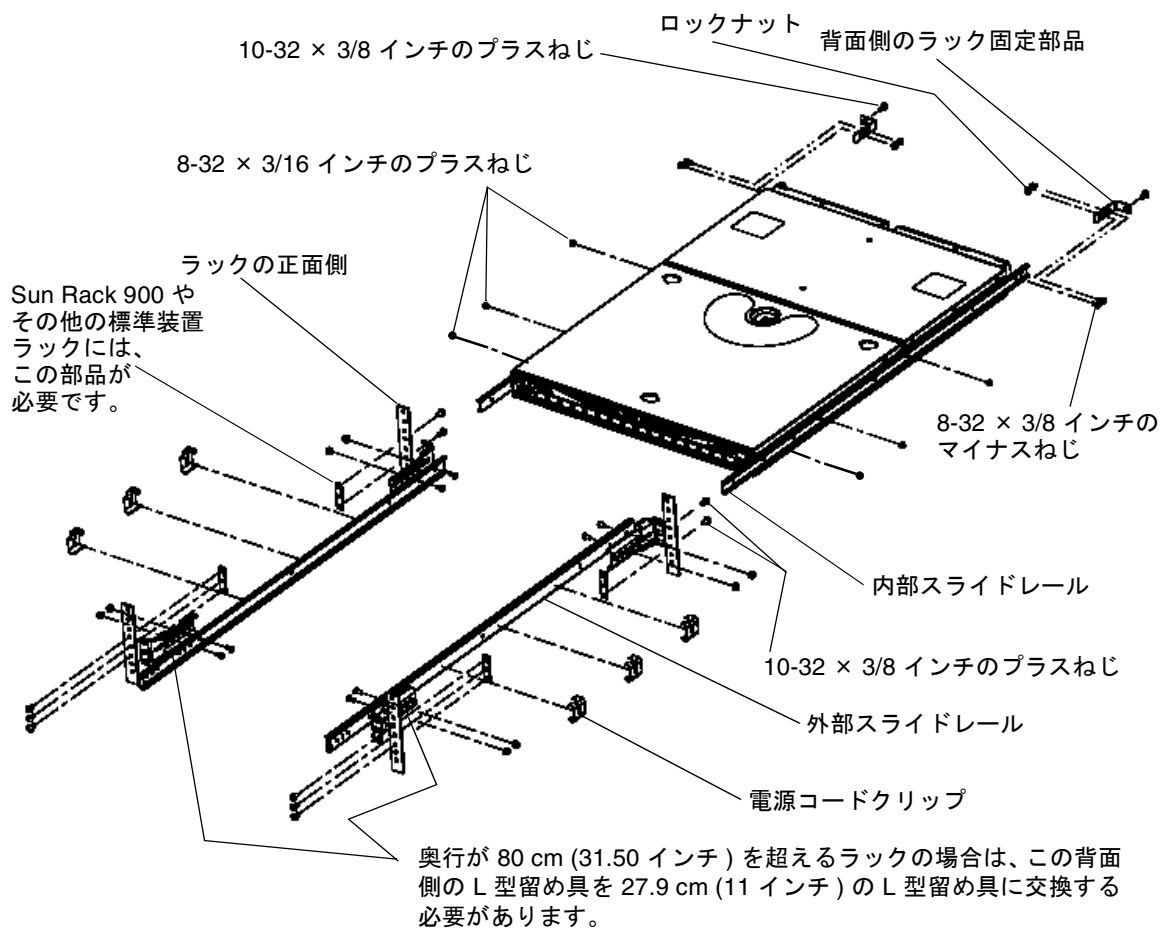

図 2-1 Sun StorEdge Network 2 Gb Brocade SilkWorm 3800 スイッチのラックへの搭載
- 図 2-1 のように、スイッチの背面側のラック固定部品を内部スライドレールのロック解除レバーが付いていない方の端に合わせます。
3800 スイッチの電源装置側がラックの正面から引き出せるように、図 2-1 に示すとおり、レールの向きを合わせます。ロック解除レバーの付いている方の端が、3800 スイッチのポート側になります。
3800 スイッチがラックの正面から引き出せるように、図 2-1 に示すとおり、スライドレールの閉じている方の端をラックの背面側に向けて取り付けます。
d. 図 2-1 のように、2 本の 10-32×3/8 インチのプラスねじを使用して、スライドレールの正面側の留め具を対応するラックレールに取り付けます。
- a. 図 2-1 のように、3800 スイッチをできるかぎりラックの近くに位置付けて、内部スライドレールを外部スライドレールに挿入します。